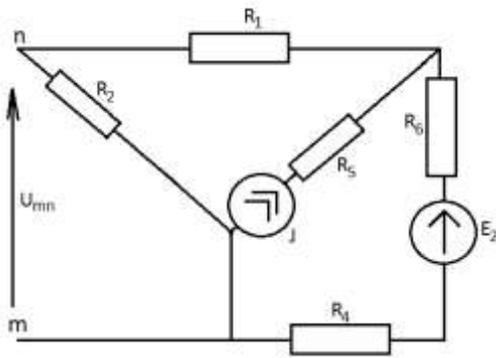

Рис. 129
1.5.1. Отыщем ток I_1 с применением данного метода. Обрываем ветвь с искомым током (рис. 129)